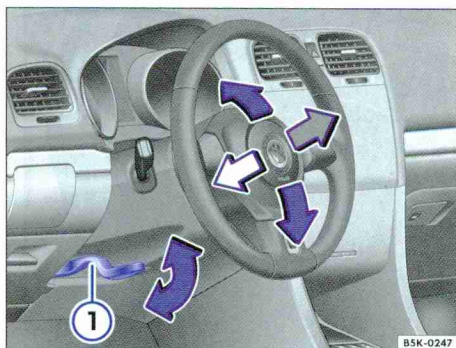

Fig. 40 Réglage mécanique de la position du volant de direction.
- Faites pivoter le levier \Rightarrow fig. 40 ① vers le bas.